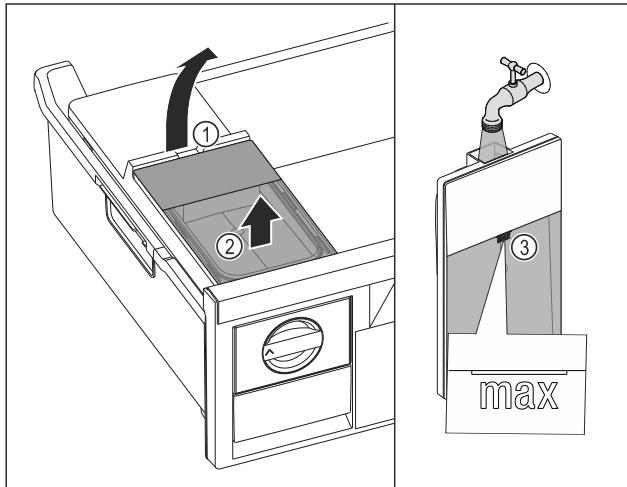

Fig. 81
- Підняти бак для води за заглиблення Fig. 81 (1).
- Вийняти бак для води рухом вгору. Fig. 81 (2)
- Наповнити бак для води питною водою до позначки Fig. 81 (3).